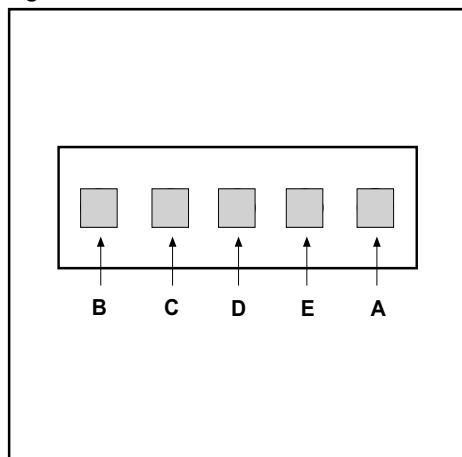

Fig.5
- **MANDOS:** (Fig.5) **Mecánicos** la simbología es la siguiente:
• **COMMANDES:** (Fig.5) **Mécaniques** les symboles sont les suivants: